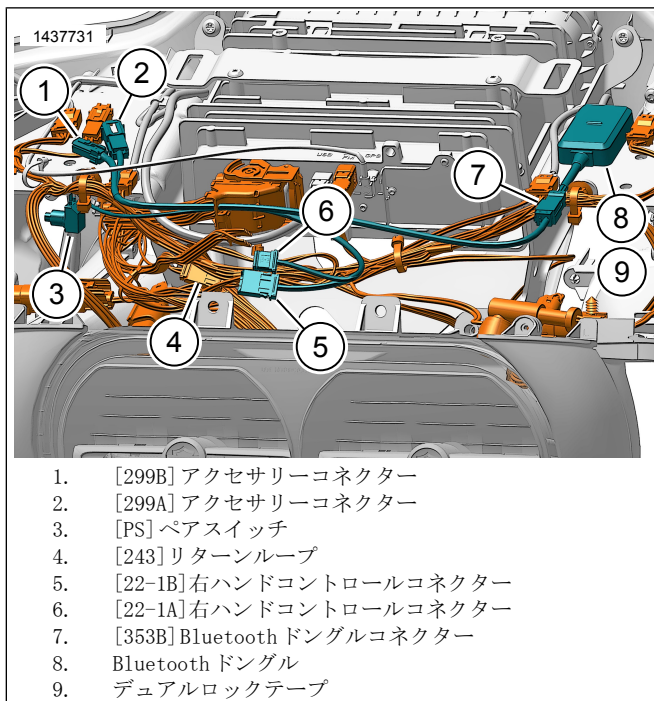

図8. フレームマウントフェアリングBluetoothドングルハーネス
1. 図8 フェアリングの下でBluetoothドングルハーネスを取り付けてルーティングします。
2. 車両のコネクタを配置します： [243] (4)および[299] (1、2)。
- a. ドングルハーネス[22-1A] (6)から車両ハーネス[243B]へ。
- b. ドングルハーネス[22-1B] (5)から車両ハーネス[243A]へ。
- c. ドングルハーネス[299B] (1)から車両ハーネス[299A] (2)へ。